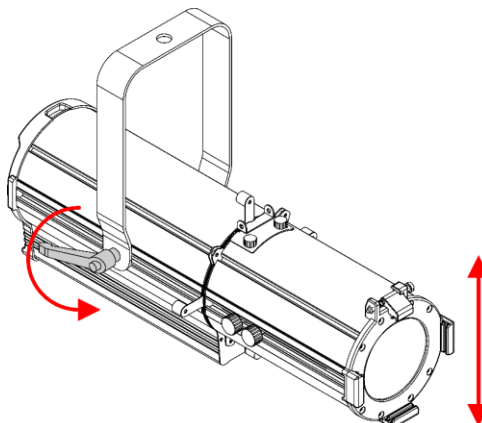

Fig. 01
- 01) Ruotare la **maniglia di regolazione (14)** in senso antiorario per sbloccarla.
- 02) Inclinare il dispositivo all'angolo desiderato (vedere la Fig. 01).
- 03) Ruotare la **maniglia di regolazione (14)** in senso orario per serrarla. Assicurarsi che il dispositivo non possa muoversi liberamente dopo aver serrato la **maniglia di regolazione (14)**.